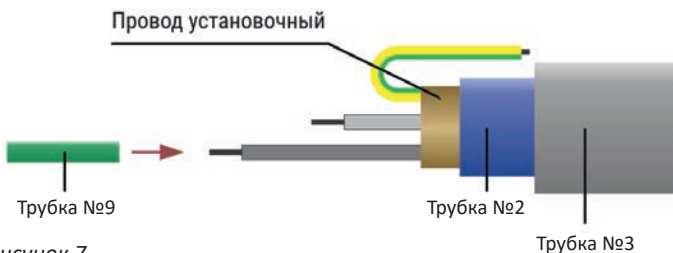

Рисунок 7
3.9. На установочный провод последовательно надеть трубку термоусадочную 220 мм. (**№3**) и затем трубку термоусадочную 190мм (**№2**). Сдвинуть трубки вдоль провода на 20 см. (Рисунок 7).